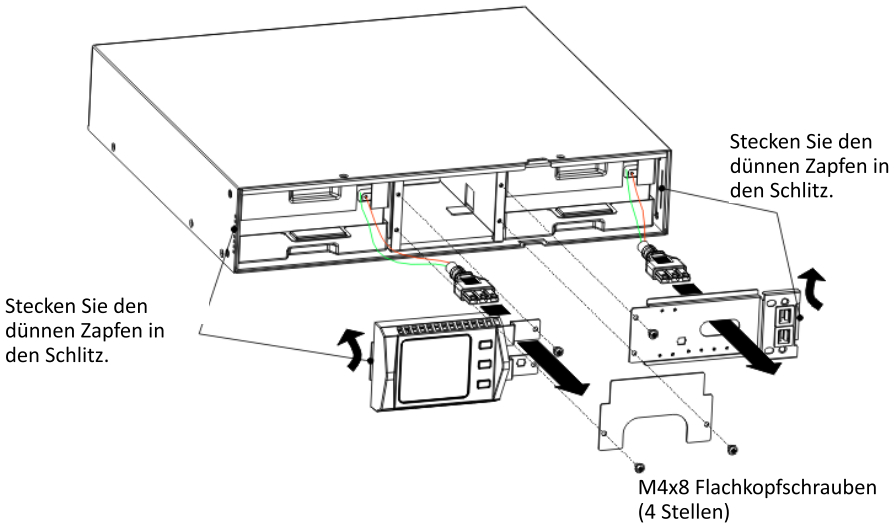

Abb. 23 Installation des Akkupacks
4. Halten Sie das neue Akkupack in der Mitte und setzen Sie es ein. Wenn Sie das neue Akkupack installieren, stellen Sie sicher, dass es vollständig in das Gehäuse eingesetzt wird, wie in Abb. 23 dargestellt.